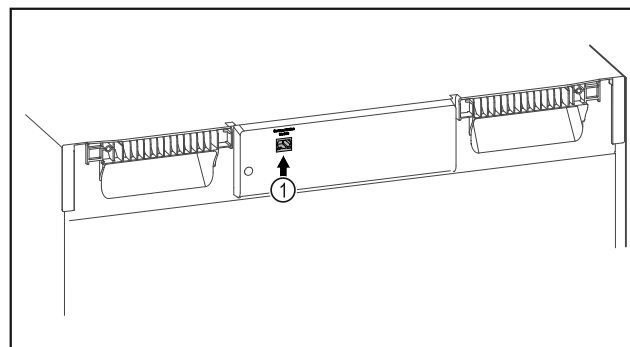

Fig. 110
- ☐ SmartModule Fig. 110 (1) is geplaatst.